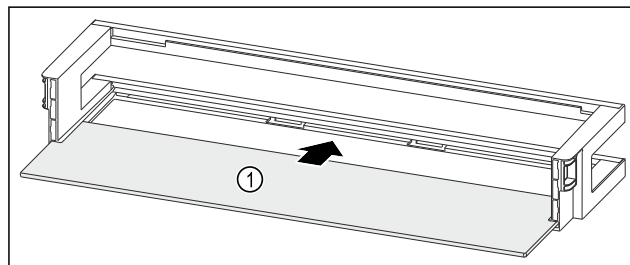

Fig. 204 Półka w drzwiach z półką
- ▶ Wsunąć półkę Fig. 204 (1) w boczne wycięcia.